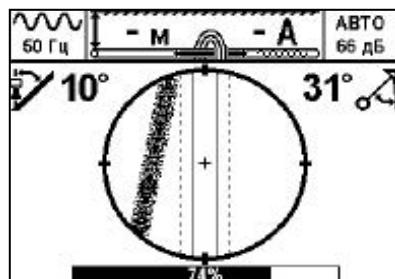

Рис.11
- При приближении к коммуникации на расстояние в две глубины залегания, включится визуальный индикатор, показывающий положение оси коммуникации относительно корпуса (рис. 11, рис.12) В случае, если в сигнале много помех коммуникация отображается в виде нечеткой линии (рис. 11). Если сигнал без помех, коммуникация на экране отчетливо видна (рис. 12).